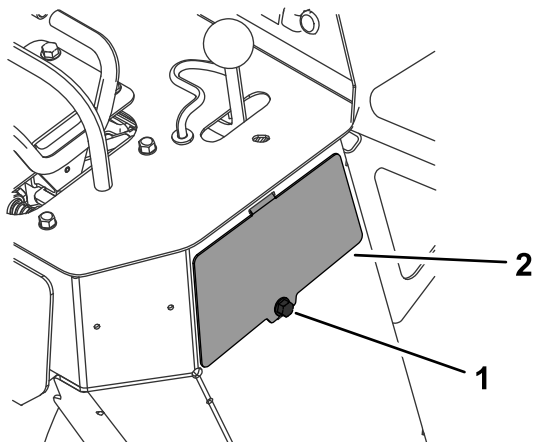

Figura 52
3. Îndepărtați urubul i panoul de acces din partea dreaptă a mainii (Figura 52).
5. Montați panoul de acces i fixați-l cu urubul (Figura 52).